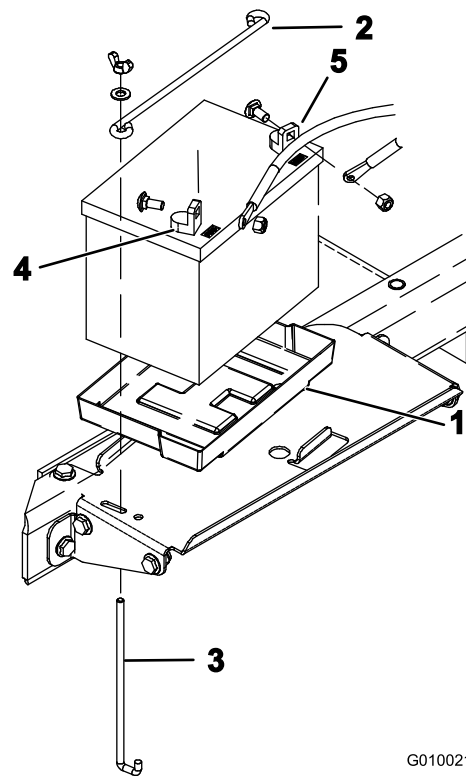

Figura 50
- A. Scoateți elementul de fixare a bateriei și ineți apăsată tija care fixează bateria în tava acesteia (Figura 50).
6. Introduceți bateria în tava din compartimentul bateriei, așa cum se arată în Figura 50.